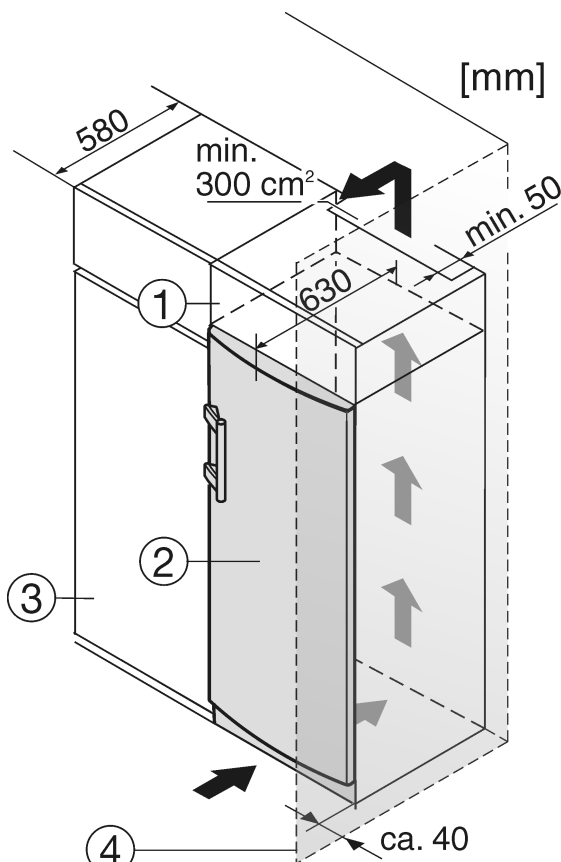

Fig. 8
W przypadku obudowania standardowymi szafkami kuchennymi (głębokość maks. 580 mm) urządzenie można ustawić bezpośrednio obok szafki kuchennej *Fig. 8 (3)*. Drzwi urządzenia wystają z boku o 34 mm i na środku urządzenia o 50 mm w stosunku do frontu szafek kuchennych. Dzięki temu można je bez problemu otwierać i zamykać.
Jeżeli urządzenie będzie ustawiane z zawiasami do ściany *Fig. 8 (4)*, to pomiędzy urządzeniem i ścianą należy zachować minimalny odstęp, wynoszący 40 mm. Na taką odległość wystaje klamka przy otwartych drzwiach.